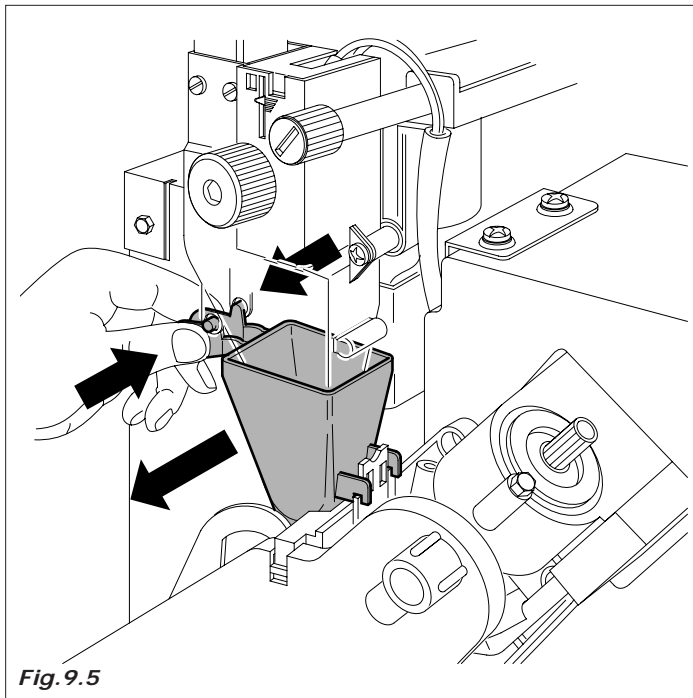

Fig. 9.5
- tubo de escorregamento e conduto café (Fig.9.5)